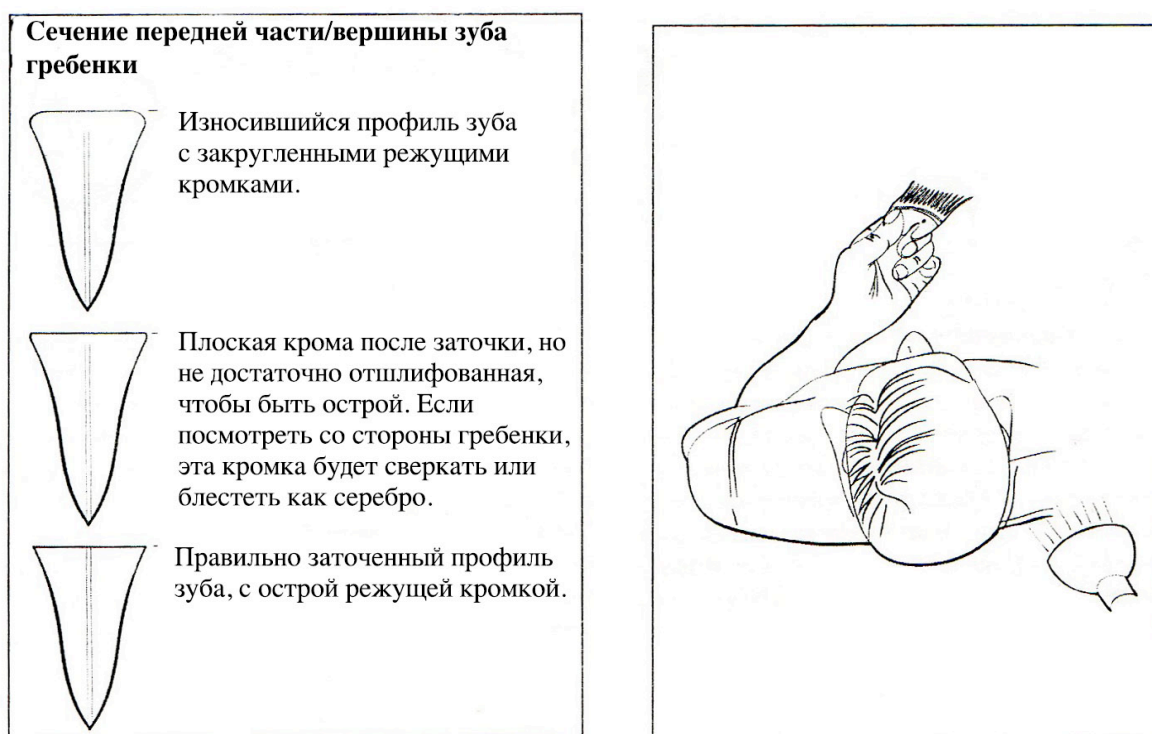

Рис. 7. Определение правильной заточки гребенки.
- Важно своевременно определить момент, когда гребенка или нож будут полностью заточены. Для этого возьмите нож или гребенку за её край так, чтобы свет отражался на краях зубьев. Режущие кромки, которые удастся разглядеть, являются тупыми / закругленными, т.к. на острые режущие кромки свет не попадает, а на тупой гребенке или ноже будет видна белая линия в толщину волоса, где отражается свет по профилю каждого зуба. Следует затачивать гребенки/ножи до тех пор, пока все тупые кромки не станут острыми и белые линии не будут видны (см. рис. 7).